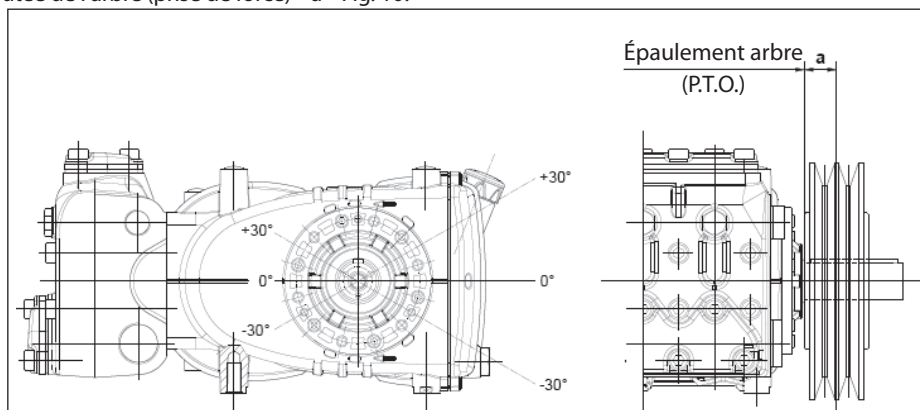

Fig. 10
La charge radiale sur l'arbre ne doit pas être supérieure à 3000 N (valeur nécessaire pour la définition du plan). La transmission est considérée appropriée si cette charge est appliquée à une distance maximum  $a=30$  mm de l'épaule de l'arbre (prise de force) comme le montre la Fig. 10.
- b) Utiliser des courroies à haut rendement - par exemple **XPB** au lieu de **SPB** - car il sera nécessaire d'avoir une quantité inférieure de courroies égales à la puissance transmise et par conséquent une distance inférieure de la résultante par rapport à la butée de l'arbre (prise de force) « a » Fig. 10.
- e) Contrôler la direction de la tension de la courroie comme indiqué Fig. 10 : pour toute autre nécessité, contacter le **Bureau Technique** ou le **Service d'Assistance clients**.